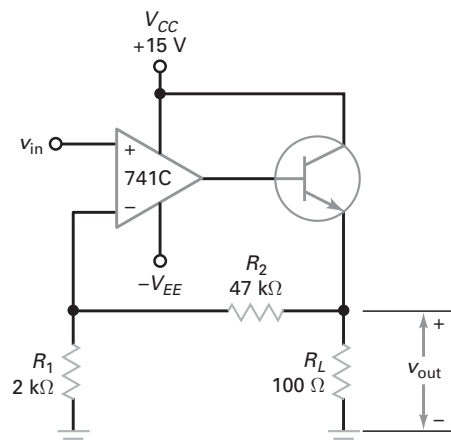

Figura 18-40
- 18-29** O amplificador não inversor da Figura 18-40 tem um saída de corrente reforçada. Qual o ganho de tensão do circuito? Se o transistor tem um ganho de corrente de 100, qual a corrente de saída em curto-circuito?